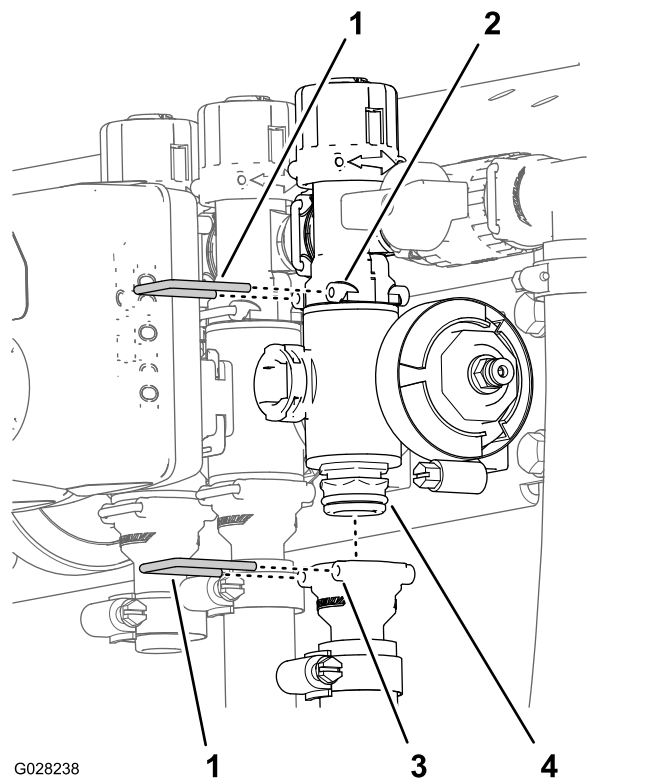

Рисунок 117
2. Снимите держатели, которые крепят выпускной штуцер к коллектору клапана секции и коллектор клапана к штуцеру перепуска (Рисунок 117).